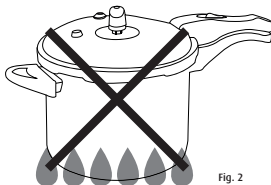

Fig. 2
- La olla a presión se debe utilizar en una estufa estable y firme. No coloque la olla en una estufa que tenga la resistencia con un diámetro más grande que la base de la olla, esta debe ser de un tamaño acorde al de su producto. Cuando se cocina en una estufa de gas, el fuego no debe alcanzar las paredes de la olla (Fig. 2). La olla a presión se puede usar en una estufa eléctrica, estufa electromagnética, estufa de gas, etc. Con potencias inferiores a 2 kW o sus equivalentes.